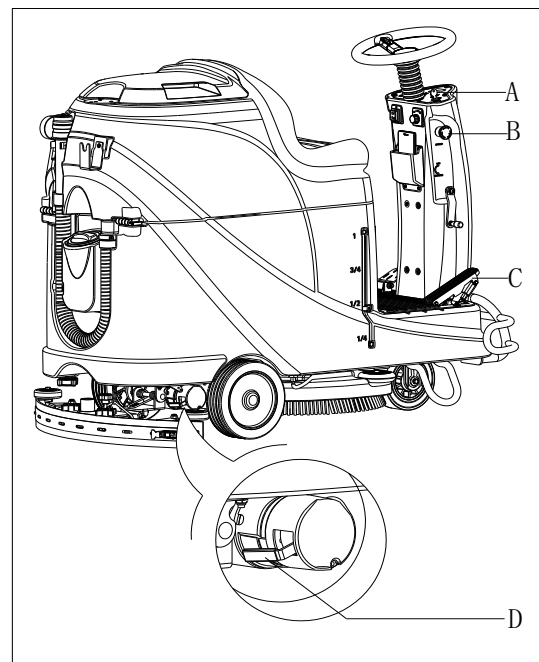

Figura 9
1. Rotiți comutatorul cheie (A, Figura 9) la poziția "ON"
2. Depresați ușor pedala de accelerație (C) și slăbiți-o pentru a verifica dacă mașina poate fi condusă în direcția către față și oprită.
3. Pentru a vă asigura de siguranța în funcționare, confirmați dacă mașina poate fi oprită imediat prin apăsarea butonului de avarie (B). Rotiți butonul de avarie pentru a-l reseta.
- Deblocarea frânei – mânerul frânei(D, Figura 9) în poziție superioară